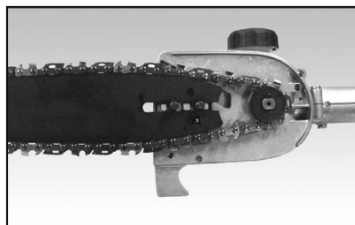

Fig. 3C
4. Ajuste el tornillo de ajuste de tensión para permitir la inserción de la barra (Fig. 3C). Asegúrese de que siga la ranura de la barra guía y ajuste el tornillo de ajuste de tensión (Fig. 3D) para que la cadena quede apretada.